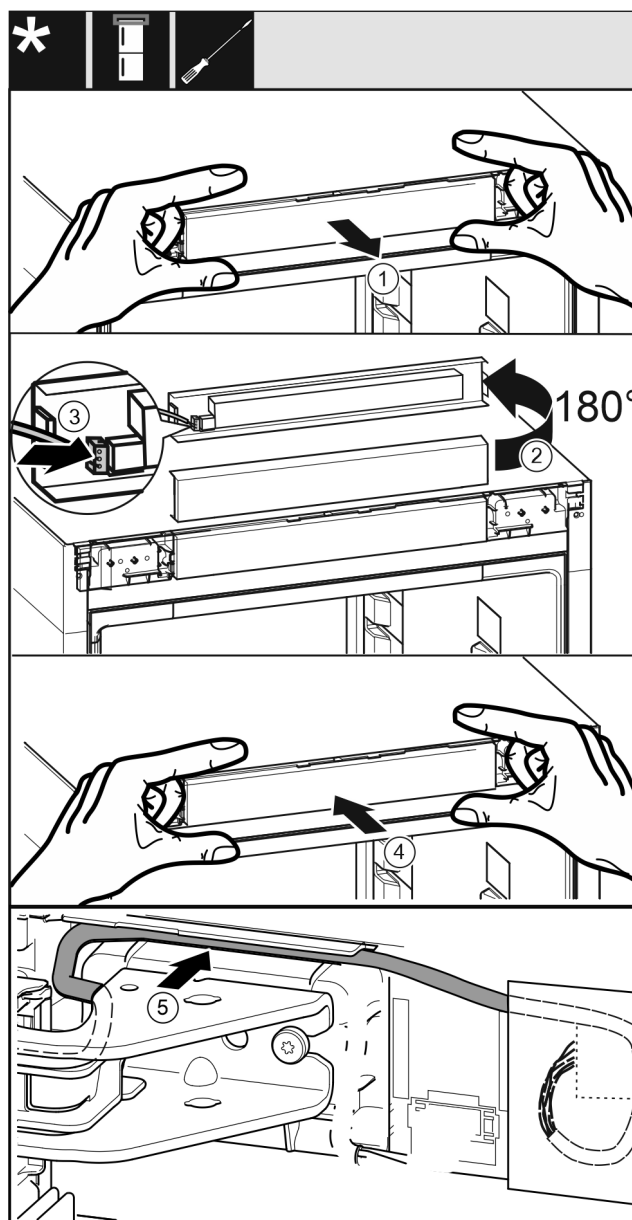

Fig. 39
- Retirer avec précaution le panneau de commande *Fig. 39 (1)*.
- Tourner le panneau de commande *Fig. 39 (2)* de 180° vers le haut.
- Enclencher le connecteur *Fig. 39 (3)* sur le cache du panneau de commande.
- Enclencher à nouveau le panneau de commande *Fig. 39 (4)* sur l'appareil.
- Poser avec précaution le câble *Fig. 39 (5)* dans le guide au-dessus du support de palier supérieur.